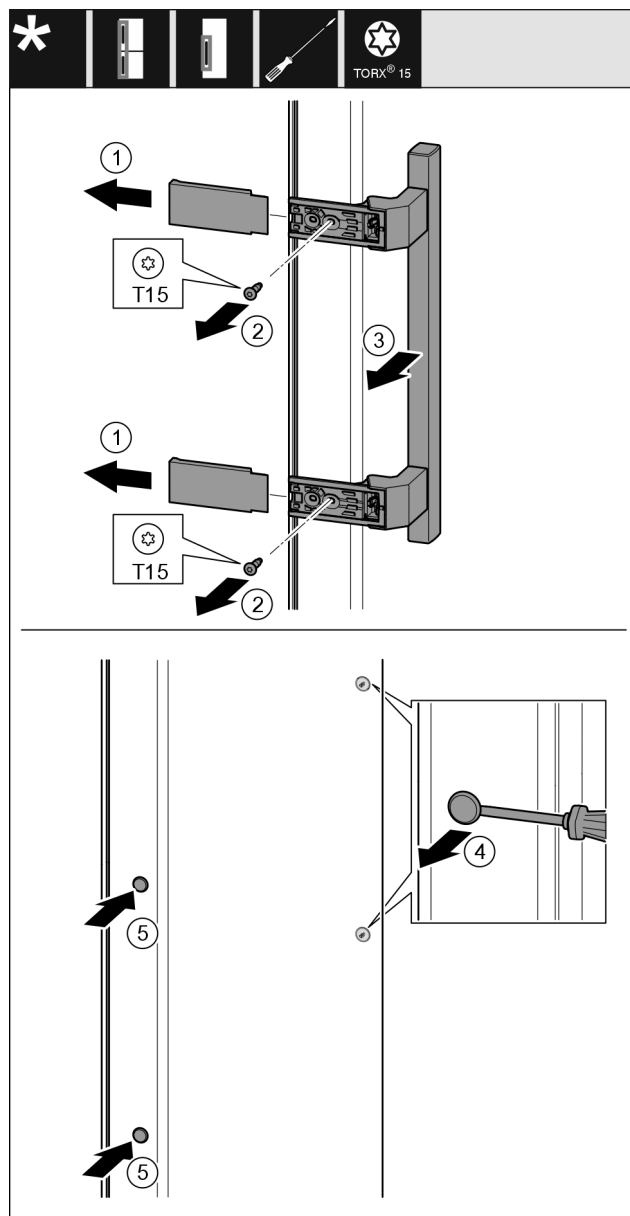

Fig. 54
- Îndepărtați capacul Fig. 54 (1).
- Demontați șuruburile Fig. 54 (2) cu șurubelnița.
- Îndepărtați mânerul Fig. 54 (3).
- Ridicați cu precauție dopul lateral Fig. 54 (4) cu o șurubelniță plată și extrageți-l.
- Introduceți dopul Fig. 54 (5) pe partea opusă.